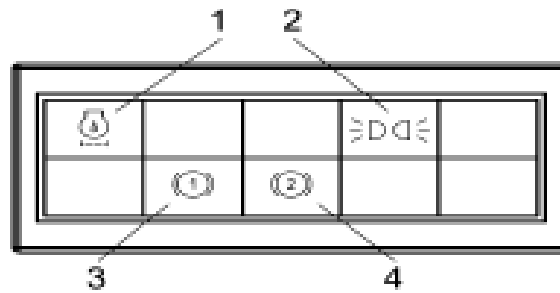

Fig. 3.10 Unidad de lámpara piloto:
- indicador de obstrucción del filtro de aceite del motor 1 (Fig. 3.10) - se enciende un símbolo rojo indicando estado;